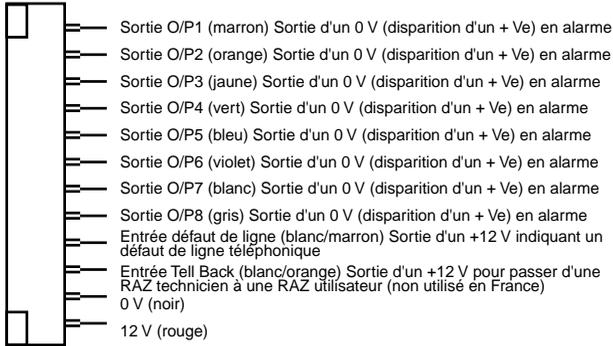

Figure 20. Câble "Transmissions"
3. Effectuer tous les raccordements nécessaires entre le transmetteur et le câble spécifique "Comms". La figure 20 ci-dessous illustre les différentes sorties disponibles aux extrémités de ce dernier.